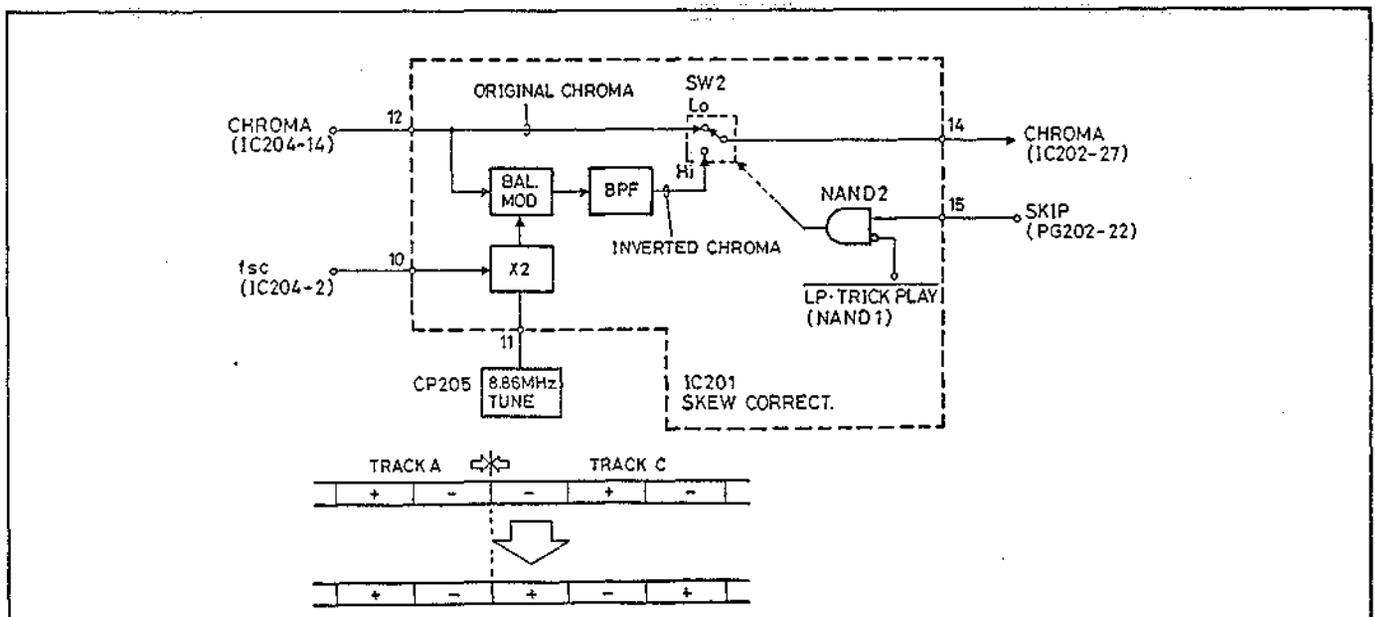

Abb. 5.29 Schräglauf-(Burstphase)-Korrekturschaltkreis
(9) Burstphasen-Korrekturschaltkreis (Abb. 5.29)
1) Balanzmodulator (BAL. MOD) (Abb. 5.29)